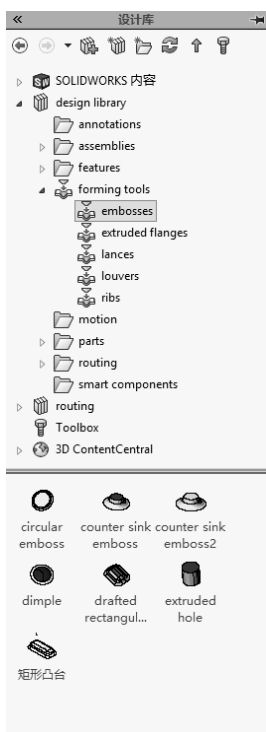

图 8-10 “设计库”对话框
1) 在图形区右侧的任务窗格中单击 （设计库）按钮，系统弹出“设计库”对话框，如图 8-10 所示。这是 SOLIDWORKS 2018 安装时预设的库特征。